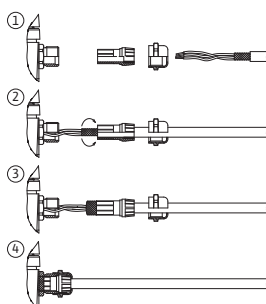

Fig. 24: Support de blindage
Le blindage est relié au passe-câble au niveau du module électronique. Voir Fig. 24.
Le blindage des câbles des entrées numériques, des entrées analogiques et de la communication bus doivent recouvrir les passe-câbles à vis métalliques de la traversée de câble (Fig. 18, pos. 4, 5 et 6). Blindage voir Fig. 24.